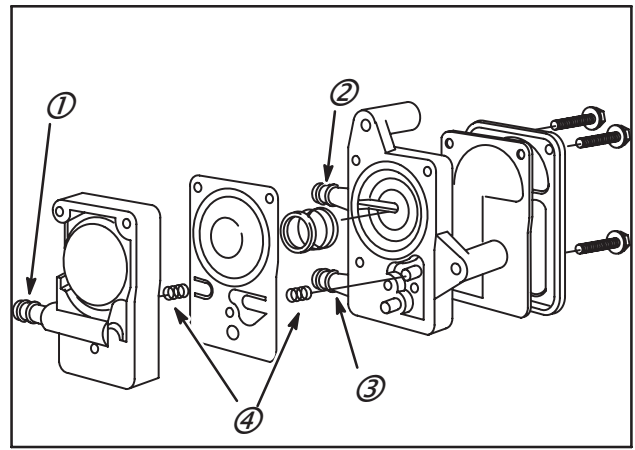

Fig. 158
2. Débrancher le flexible à dépression (2), et les Durits d'arrivée (3) et de sortie d'essence (1) de la pompe, Fig. 158.
3. Déposer les trois vis maintenant la pompe assemblée, Fig. 158.
2. Placer la coupelle et le ressort de pompe au centre de la chambre de pompage, Fig. 158.
7. Placer les ressorts (4) dans les cavités des ressorts et installer la membrane de pompe sur les ergots de positionnement (Fig. 158).